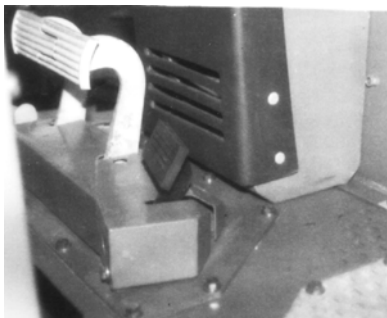

FIGURA 5-30
2. LUBRIFIQUE O EIXO DO PEDAL DE DESACELEARÇÃO – 2 PONTOS (FIGURA 5-30).